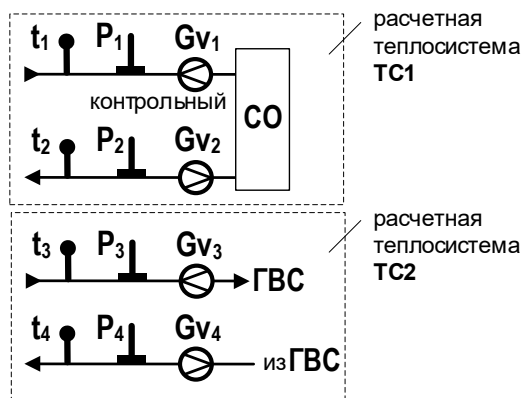

Рис.14. Структурная схема системы теплоучета с обозначением **А6**.
- найти в Приложении Е ч.II РЭ рисунок со структурной схемой, например, обозначенной **А6**, совпадающей со схемой контролируемой ТС. Структурная схема выбранной системы теплоучета показана на рис.14.